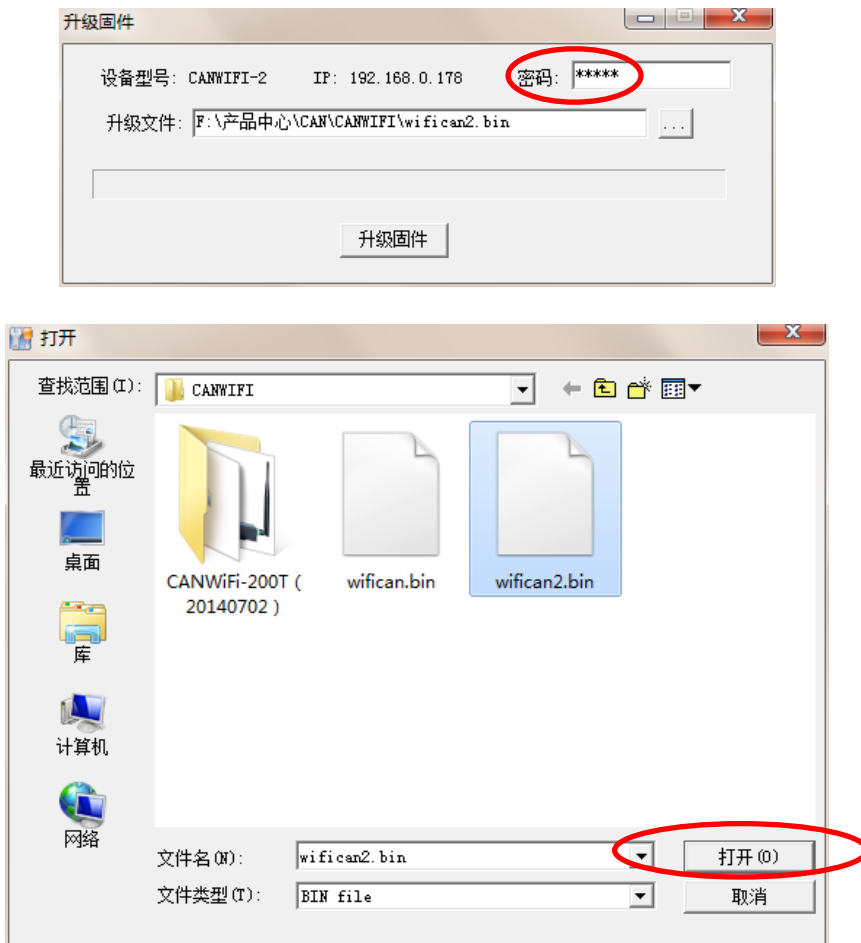

图 6.14 固件升级界面
- 单击菜单中的【升级固件】，出现如图 6.14 所示的固件升级界面，填入密码（默认是 88888），然后选中升级文件，单击“打开”按钮。